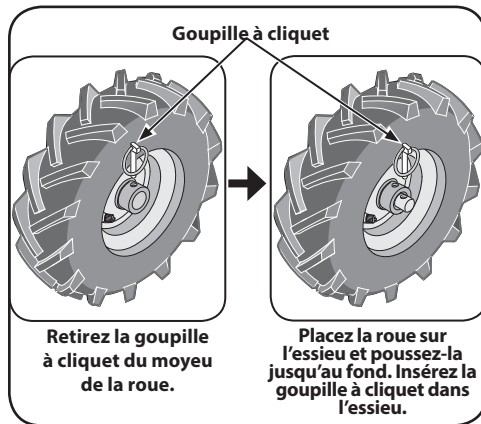

Figure 3-4
1. Placez un bloc de bois sous la transmission pour soulever une roue à 1" du sol. Retirez la goupille à cliquet de l'essieu et du moyeu de la roue. Voir Figure 3-4.
2. Placez la roue sur l'essieu et poussez-la jusqu'au fond. Insérez la goupille à cliquet dans l'essieu (mais pas par le moyeu de la roue). Voir Figure 3-4. La roue doit tourner librement sur l'essieu. Répétez les étapes ci-dessus pour l'autre roue.